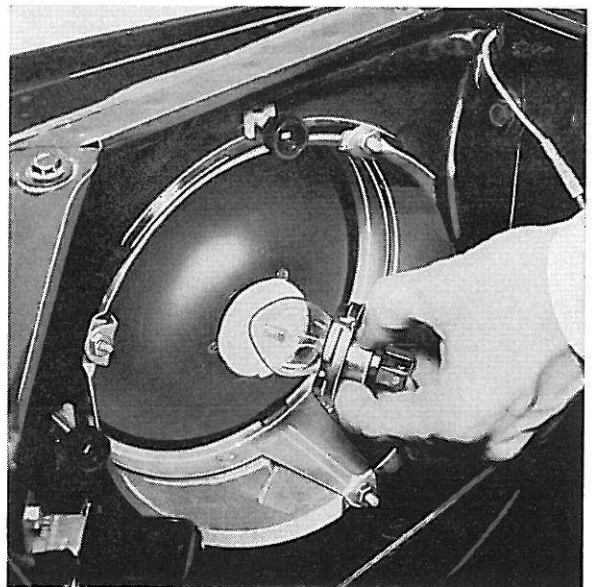

Figure 111. Enlèvement de l'ampoule
2. Retirer l'ampoule, figure 111. Lors de la mise en place d'une ampoule neuve, veiller à ce que les tenons sur son culot s'engagent dans les crans correspondants du bloc optique.